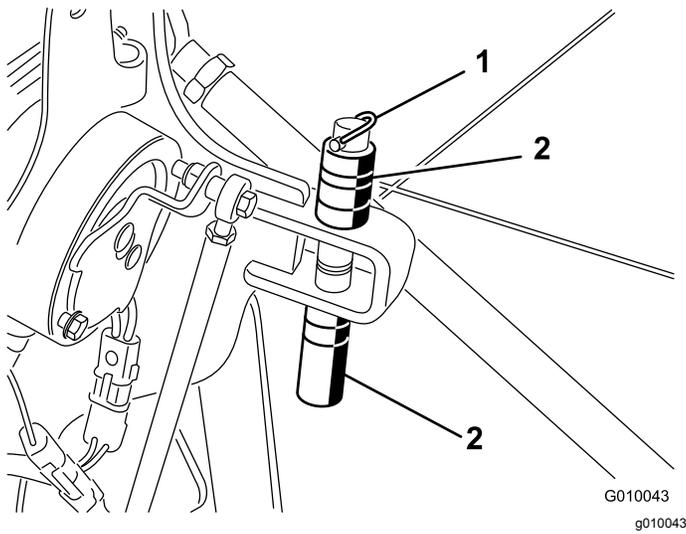

Bild 29
2. Entfernen Sie den Klappstecker, mit dem die Distanzstücke und die Tiefenstifte befestigt sind (Bild 29).